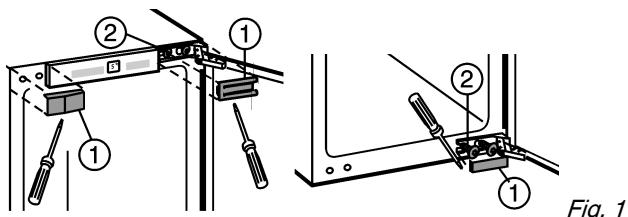

Fig. 1
- Retirer les caches Fig. 1 (1).
- Desserrer seulement les vis de fixation Fig. 1 (2).
- Déplacer les vis de fixation Fig. 1 (2) du haut et du bas de l'autre côté.
- Accrocher la porte de l'appareil aux vis de fixation Fig. 1 (2) montées au préalable.
- Serrer (avec un couple de serrage 4 Nm) les vis de fixation Fig. 1 (2).
- Remonter les caches Fig. 1 (1).